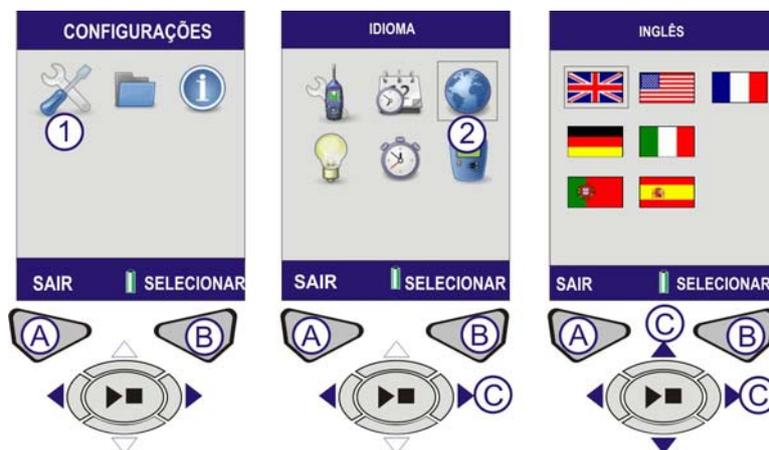

Figura 6 Configurar Idioma
D. CONFIGURAR IDIOMA (Consultar a Figura 6)